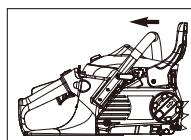

Fig. 3A
2. Sørg for at KÆDEBREMSEARMEN® er trukket tilbage i FRAKOBLET position. (Fig.3A)